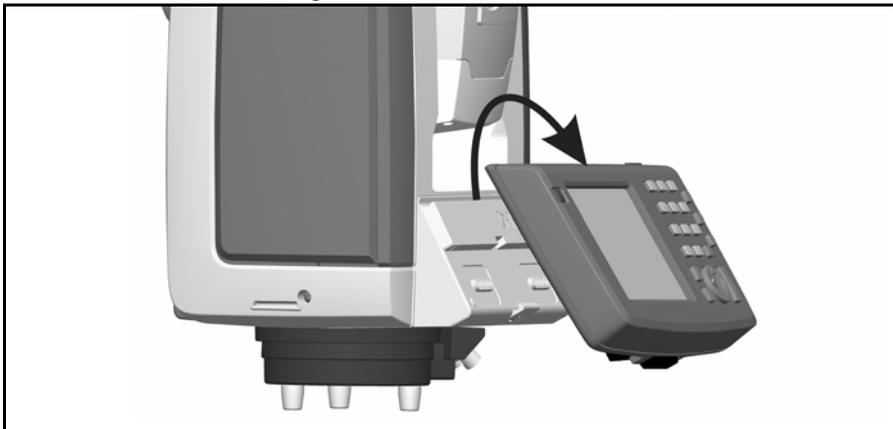

Figura 4.42 Desconexión del Trimble CU
3. Desenganche la parte superior del Trimble CU del extremo superior del panel y sáquelo del instrumento. Véase la Figura 4.42.